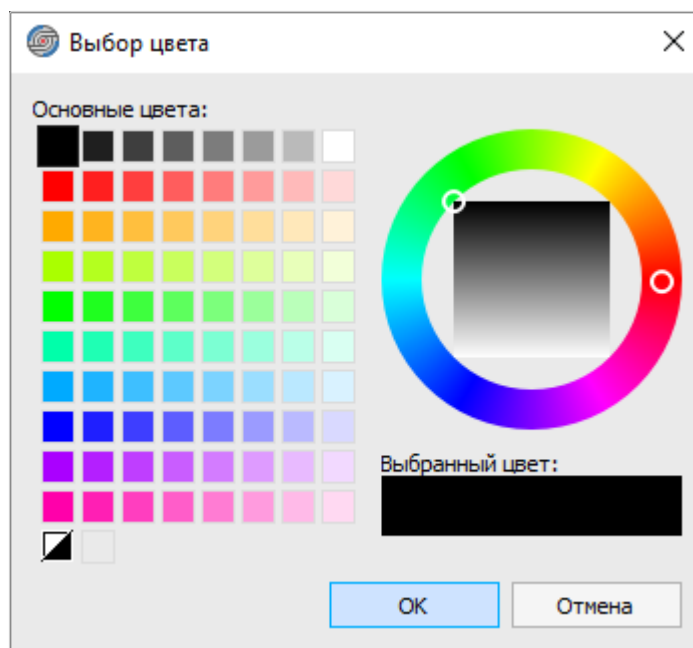

Рисунок 221. Диалоговое окно «Выбор цвета»
- «Цвет заливки» — выбор цвета заливки ячейки. В открывшемся диалоговом окне «Выбор цвета» (см. рисунок 221) щелкнуть по нужному цвету и нажать на кнопку ОК для закрытия окна с сохранением выбранного цвета или нажать кнопку «Отмена» для закрытия окна без сохранения изменений.